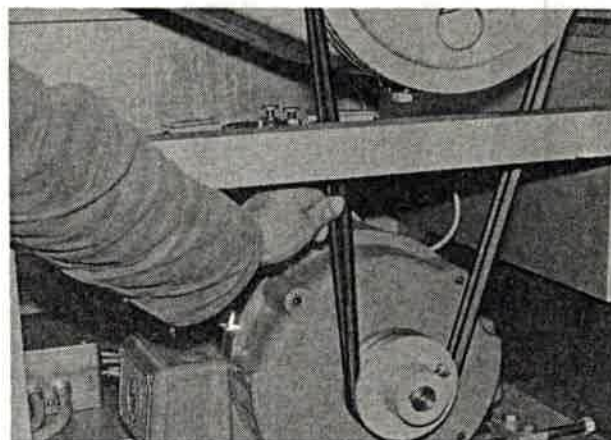

Bild 128
2. Keilriemen einzeln in der Mitte des freiliegenden Stückes durchdrücken (Bild 128); sie müssen sich 5...10 mm durchdrücken lassen, andernfalls Keilriemen nachspannen.